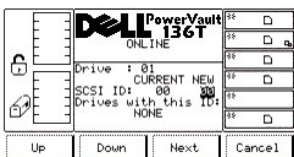

Abbildung 71. Dialogfeld "Setup" > "Drives" > "SCSI" > "SCSI ID New"
- 1 Wenn die Taste unter dem Softkey **Next** gedrückt wird, wird das nächste Feld der Liste zum aktiven Feld (siehe Abbildung 71).